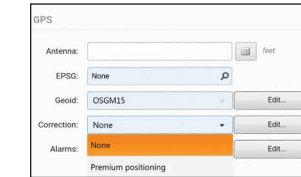

Figure 1a. Le récepteur à la recherche de satellites
1. Assurez-vous que le récepteur a accès aux satellites GNSS (voir figure 1a et 1b).